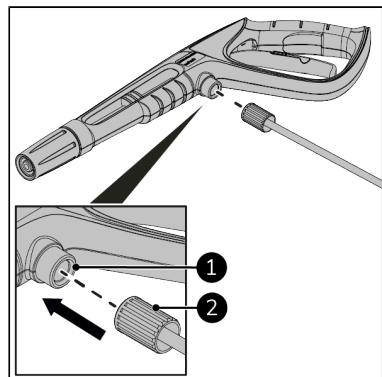

Figure 75.
2. Vissez le tuyau à haute pression (Figure 75, pos. 2) au pistolet à jet (Figure 75, pos. 1).